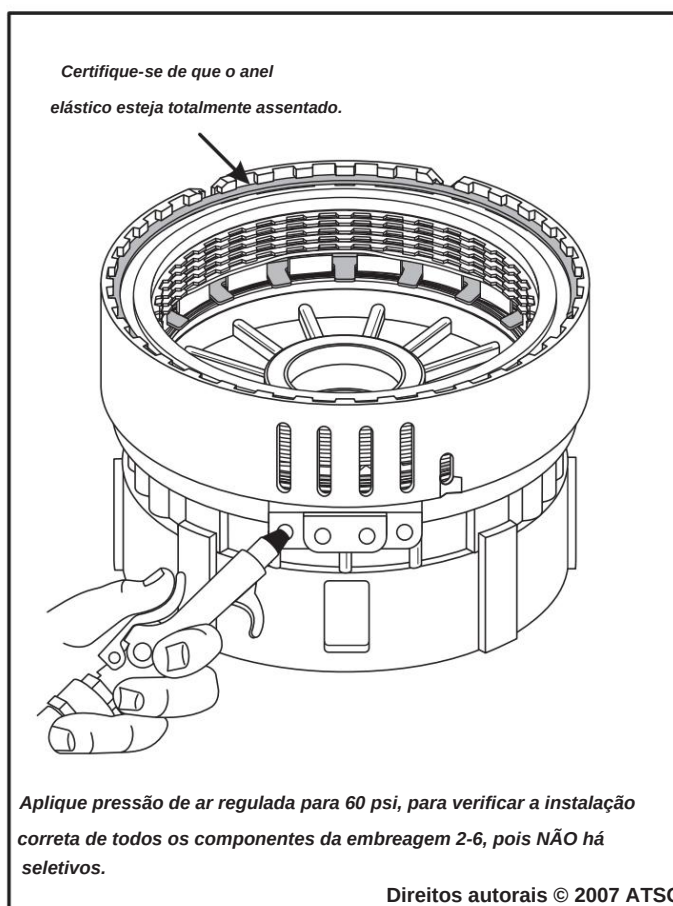

Figura 110
14. Certifique-se de que o anel elástico esteja totalmente assentado e verifique a embreagem 2-6 com ar para verificar a integridade, conforme mostrado na Figura 110.